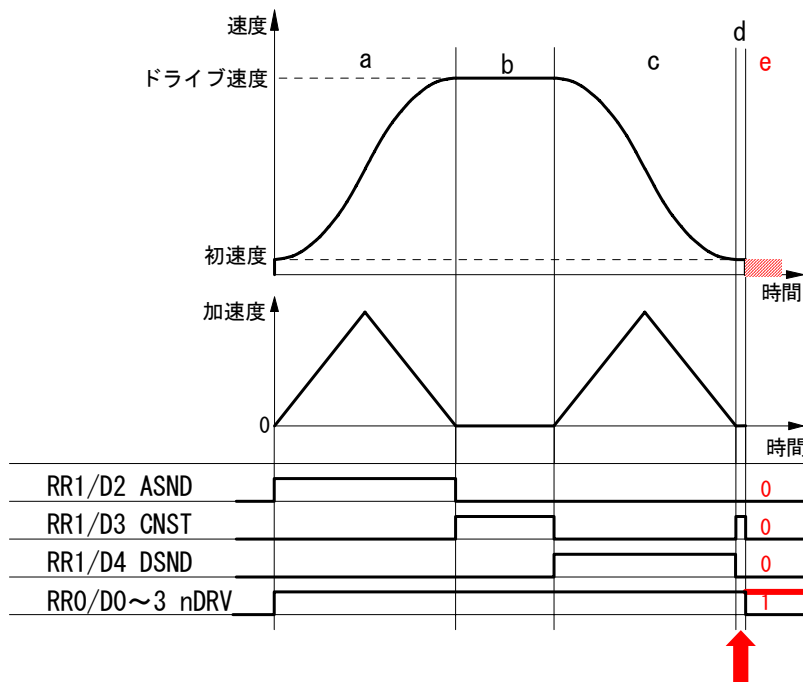

図3 RR1レジスタが示す加減速状態
I C の RR1 レジスタからは、加速中(ASND)、定速中(CNST)、減速中(DSND)の加減速状態を読み取ることができますが、この時の加減速状態は次の図3 ようになります。
減速停止要求が入ると不具合が発生する可能性がある区間は図3中dの区間で、この時の加減速状態は定速(CNST=1)を示しています。また不具合(連続してパルスを出す)が発生した場合には、ドライブ中(RR0/nDRV=1)にもかかわらず、ASND,CNST,DSNDはいずれも0となります。
基本的には減速が始まったら、減速停止をさせる必要がないわけですから、減速停止命令(26h)の発行を禁止するようにします。減速中であることを知るには通常 nRR1/D4(DSND)を見ますが、図3に示すように、減速停止命令を書くと不具合が発生するのは図3中dの区間です。この区間ではDSNDビットは0になりCNSTビットが1になります。従って、回避策として次の2つの方法を提案させていただきます。
減速停止をかけたい区間は加速時及び定速時(図3のaとb)ですが、図3に示すように、不具合を起こす区間dも定速区間bと同じ定速状態を示します。しかし現在速度に違いがあり定速区間bでは設定ドライブ速度に近く、不具合を起こす区間dでは初速度に近い値です。従って、ドライブ開始前に初速度とドライブ速度の中間の速度を判定速度((ドライブ速度-初速度)/2+初速度))として求めておき、ドライブ中減速停止命令を発行する時には、加速中(ASND=1)または定速中(CNST=1)で且つ現在速度>=判定速度ならば減速停止命令を発行するようにします。
割り込みの発生要因として、図 3 に示す S 字加減速の定速域(b 区間)終了を設定することができます。しかしこの割り込みは、図 3 に示すように、ドライブ終了間際に d 区間がある場合、すなわち終了間際に初速度に到達した場合、あるいは加速度が 0 になった場合にも発生します。不具合はドライブ終了間際に、速度が初速度に到達しないで加速度が 0 に落ちた状態で、減速停止要求が発生すると起きますので、必ず d 区間が現れます。d 区間終了時の割り込み発生のタイミングで不具合か否かを判定する方法です。
- ① 定速域終了を確認します。ドライブしている軸の RR3/D5(C-END)ビットが 0 の場合は、他の割り込み要因ですので、そちらの割り込み処理を行ないます。
- ② 減速域に入ったか確認します。RR1/D4(DSND)=1 の場合は、図 3 の b 区間から c 区間にはいった時ですから、そのまま処理を終了します。=0 の場合は d 区間終了であることを示していますので、③の処理に移ります。
- ③ ドライブの終了を確認します。もしドライブが終了していれば、d 区間も正常に終了したことなので、そのまま処理を終了します。ドライブが終了していない場合は、d 区間が終了したにもかかわらずドライブ状態であることですので、不具合が発生したことがほぼ確定できます。即停止命令をかける前に、次の④と⑤は安全のために確認します。
- ④ ハードリミットがオンしていることを確認します。RR1/D12,D13 ビットはそれぞれ+方向、-方向のリミットが作動すると 1 を示しますので、D12=1 または D13=1 ならば、進行方向のリミットがオンしたと判断します。
- ⑤ 不具合発生時には ASND=CNST=DSND=0 となるので、これを確認します。
- ⑥ 即停止命令を発行します。
(2) IC からの割り込みを使用しない場合
図 3 の d 区間において進行方向のリミットがアクティブになると不具合が発生します(正確には、まれに発生する場合があります)。これを事前に回避する方策はありませんので、不具合が発生したら直ちに停止させる方法を取ることになります。図 3 に示すように不具合が発生すると(e 区間)、ドライブ状態のまま(RR0/nDRV=1)、加減速状態は ASND、CNST、DSND とともに 0 になります。この状態は正常なドライブでは起きません。よって、次のような対策のための処理例を示します。